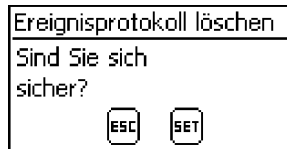

Abb. 10: Dialog Ereignisprotokoll löschen
- 1. „SET“ drücken. Abb. 10 erscheint.